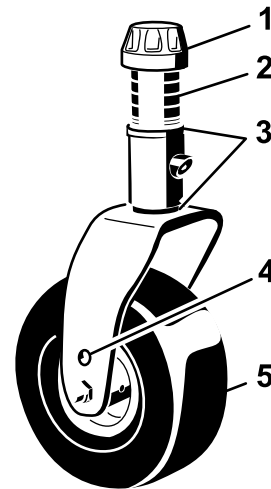

Bild 20
5. Entfernen Sie die Spannkappe von der Spindelwelle und ziehen die Spindel aus dem Laufradarm heraus (Bild 20).